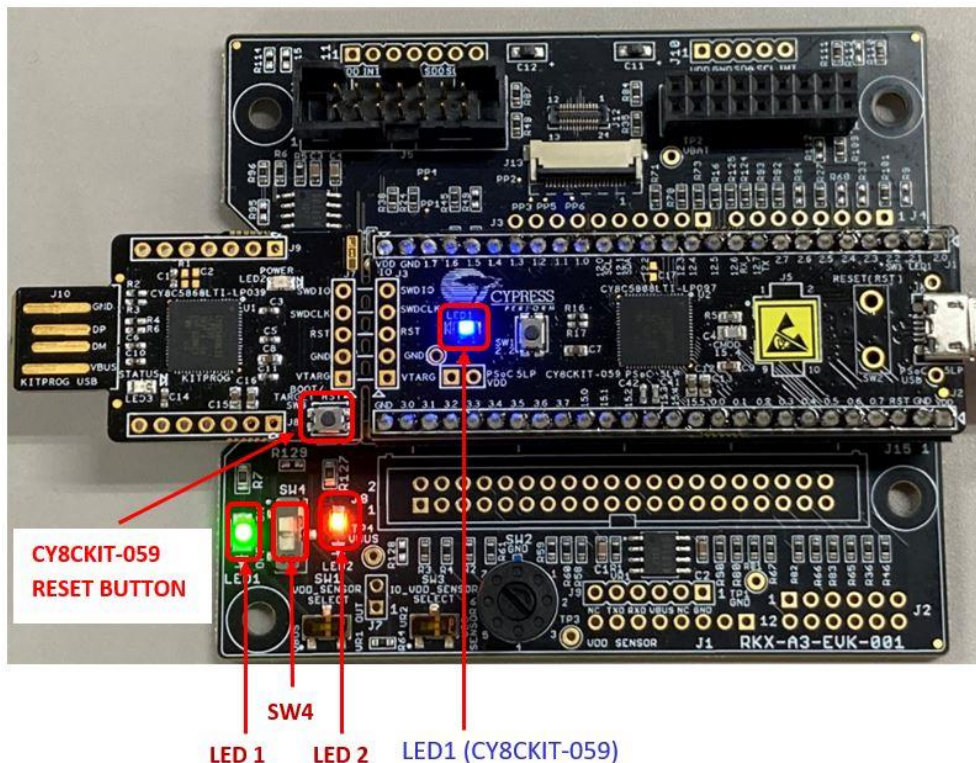

Figure 106. ROHM-EVK-001 ステータス : LED1、SW4、LED2、LED1 (CY8CKIT-059) がオンである必要があります
## 1. 青色の LED1 (CY8CKIT-059) は常にオンで、点滅しません (Figure 106)
## 2. 緑色の LED1 (Figure 106)。
- オレンジ色の LED2 がオンになっているはずですが (Figure 106) 。オレンジ色の LED2 がオフになっている場合は、以下を確認してください。
- SW4 がオンの位置にある (つまり、上から見て上に移動している) かどうかを確認します (Figure 106)。
- CY8CKIT-059 リセットボタンを押します(Figure 106)。数秒待ちます。ステータスが「接続済み」になったら、「ストリーミング」ボタンを押します。